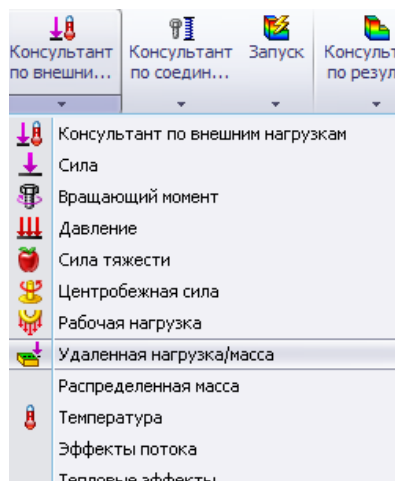

Рисунок 3.5 – Удаленная нагрузка/масса
1. Нажмите правой кнопкой мыши на папку **Внешние нагрузки**  и выберите **Удаленная нагрузка/масса**  (рис. 3.5).